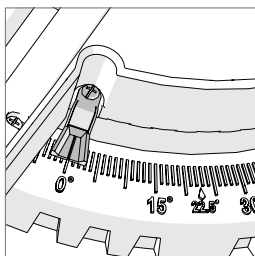

Afb. 19
- Verzekert dat de zaagkop zich in de vergrendelde benedenpositie bevindt met de vergrendelpin helemaal in zijn opening. **(zie Afb. 19)**
- Plaats een instelhoek op de tafel met een korte kant tegen het hek en de andere korte kant tegen het zaagblad (vermijd de TCT-tanden). **(Afb. 19)**